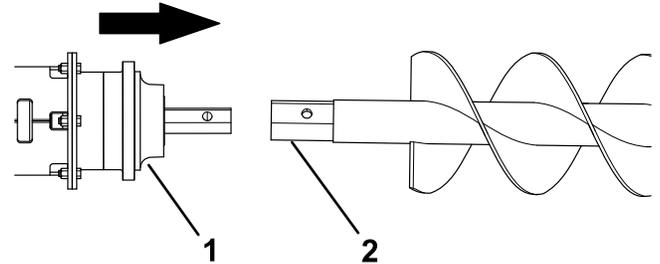

Figure 4
4. Manœuvrez l'arbre d'entraînement dans l'extrémité de la tarière ou de la rallonge (le cas échéant), comme montré à la Figure 4.